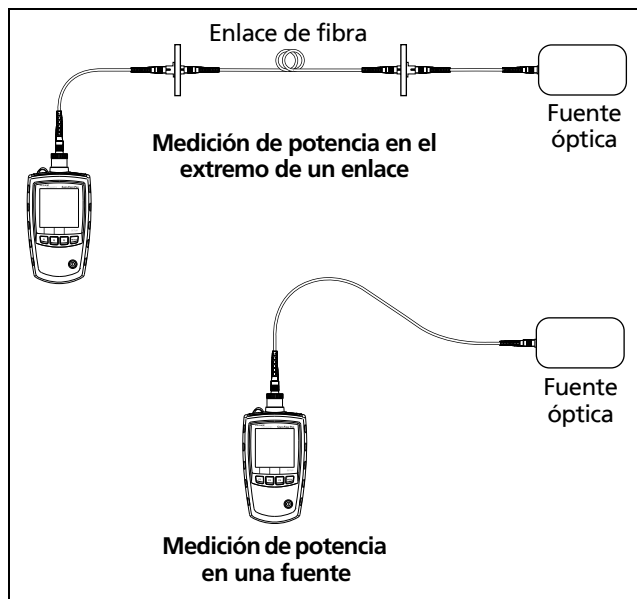

Figura 7. Conexiones de medición de potencia
- 3 Realice las conexiones tal como se muestra en la figura 7.